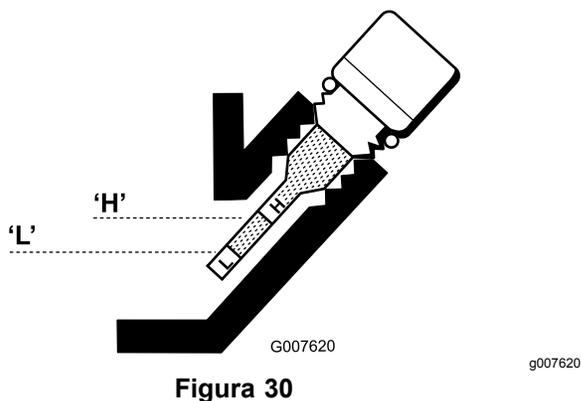

Figura 30
6. Si el nivel es bajo, añada solamente aceite suficiente para que llegue entre las marcas "H" y "L" de la varilla (Figura 30). Compruebe el nivel de aceite.